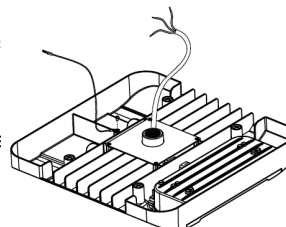

FIGURE 3
- Fixez un côté du fil de sécurité au luminaire et l'autre côté au plafond pour maintenir fermement le luminaire en place pendant l'installation (Fig. 3).